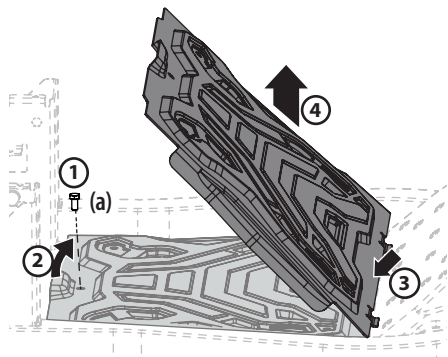

Figura 33
1. Con una herramienta para usos múltiples (si está equipada) o una llave de cubo de 1/2", extraiga el tornillo de cabeza hexagonal (a) que sujeta el panel del piso en su lugar. Consulte 1 en la Figura 33.
- Levante con cuidado la parte trasera del panel del piso. Consulte 2 en la Figura 33.
- Para liberar el frente del panel del piso, deslícelo hacia atrás. Consulte 3 en la Figura 33.
- Levántelo para separarlo del tractor. Consulte 4 en la Figura 33.